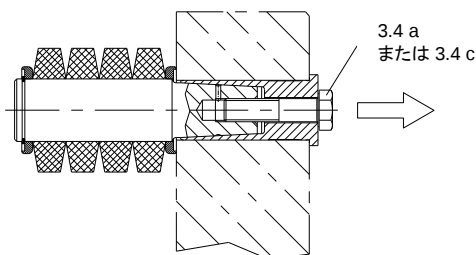

図 17: ボルトの取外し
- ボルト(部番 3.4a または部番 3.4c)を取外して下さい(図 17 をご参照)。その後、ピンのねじ穴とボルトのねじ部を清掃して下さい。